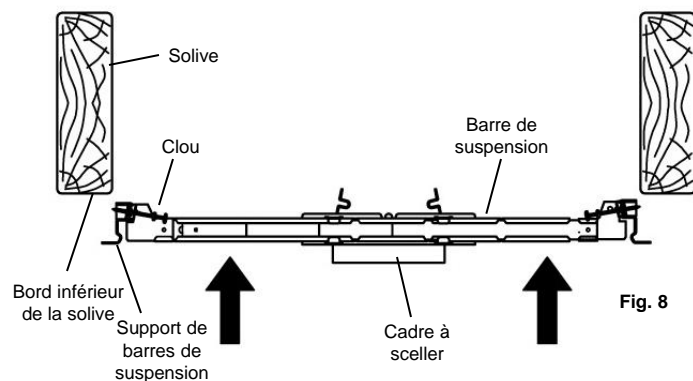

Fig. 8
1. Soulevez le cadre en plâtre et les barres de suspension vers l'emplacement désiré entre les deux solives de plafond. Ajustez la largeur des deux barres de suspension en fonction de la distance qui sépare les deux solives. Placez le luminaire de manière que les supports des barres de suspension reposent contre le bord inférieur des solives. Enfoncez les clous des barres de suspension dans les solives à l'aide d'un marteau pour fixer le luminaire en place. (Fig. 8)